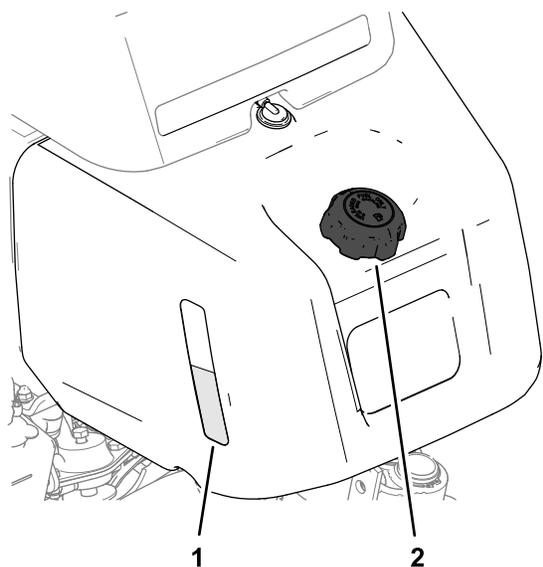
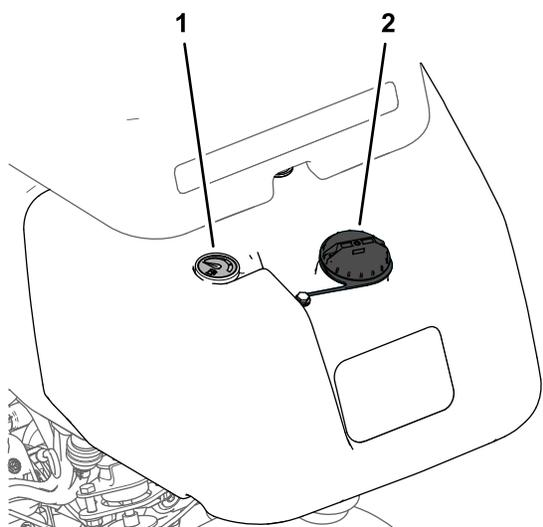

Рисунок 20
Рисунок 21
1. Очистите область вокруг крышки топливного бака и снимите крышку (Рисунок 20 или Рисунок 21).